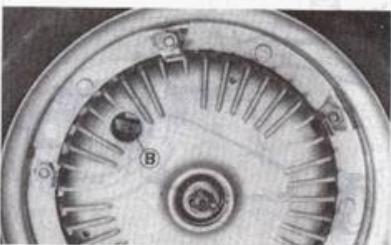

Fig. 63
**Zapatas freno delantero** (Fig. 63): mediante un destornillador a través del orificio en el tambor, girar la abrazadera «B», aproximar la zapata al tambor y girar 1/2 vuelta. Repetir esta operación también para la otra zapata.